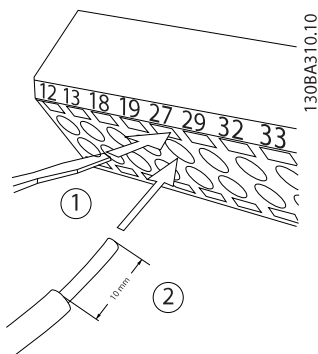

Рисунок 2.21 Подключение элементов управления
1. Разомкните контакт, вставив небольшую отвертку в прорезь, расположенную над или под контактом, как показано на *Рисунок 2.21*.